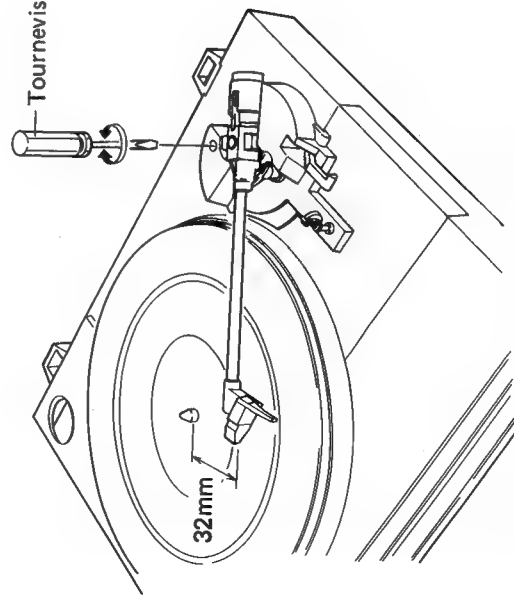

Fig. 10-1 Réglage de retour automatique
5. Arrêter de tourner la vis de réglage sur le point pour lequel il y a un écart de 32mm entre la pointe de lecture et l'axe central. (Fig. 10-1)